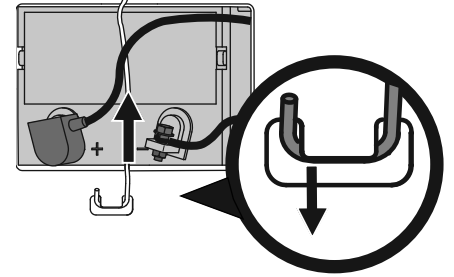

Figure 15
1. Sur l'aide à droite, appuyez sur la tige de retenue en poussant et en sortant l'extrémité courbée de la languette. Faites pivoter la tige de retenue de la batterie vers le haut et retirez la batterie. Voir Figure 15.